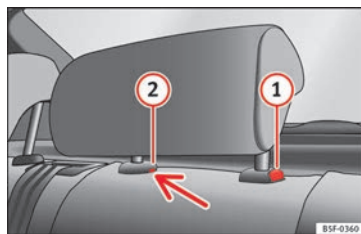

Fig. 153 Apoyacabezas trasero central: punto de desbloqueo.
- Para ajustar el apoyacabezas a una altura menor, pulse la tecla  » » » **fig. 153** y desplácelo hacia abajo.